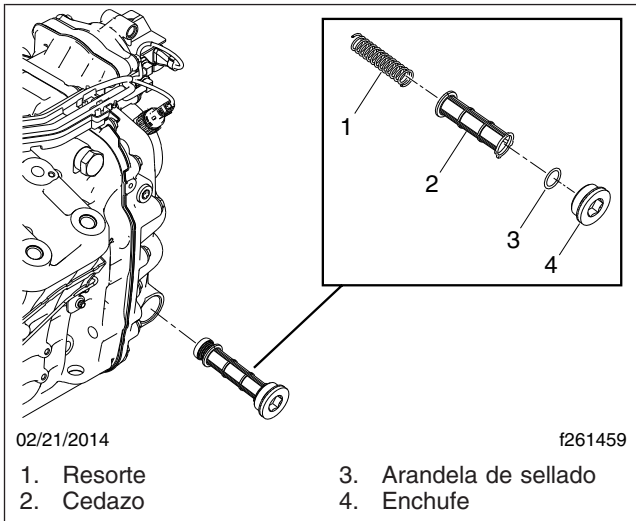

Figura 2, Cedazo de la bomba de aceite, transmisiones automatizadas Detroit
4. Retire el cedazo de la bomba de aceite y vea si tiene basuras. Vea la Figura 2. Limpie el cedazo, si es necesario, entonces instálelo con una arandela de sellado nueva. Apriete el tapón a 90 lbf-ft (120 N·m).